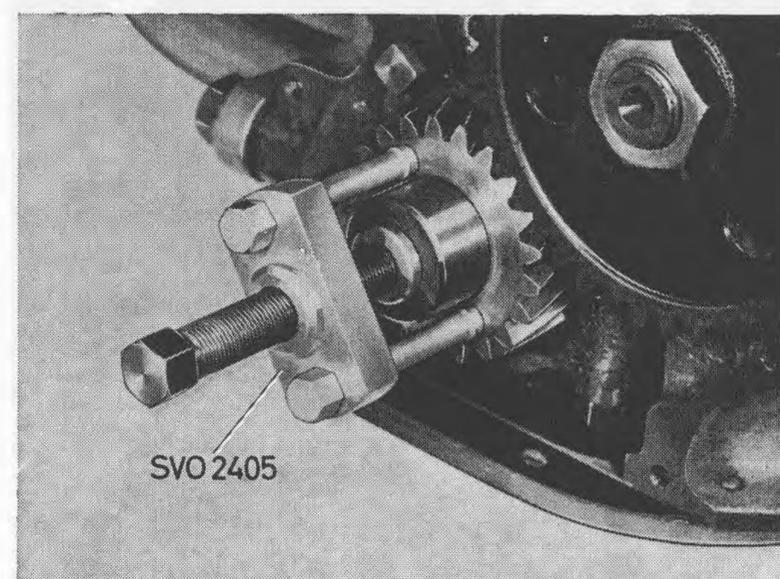

Bild 55. Demontering av vevaxelhjul, B 20
7. Dra av vevaxelhjulet med avdragare 2405, bild 55. Skruva ur oljemunstycket, blås rent och montera det åter enligt bild 58. Hjulen erhåller smörjning av oljan från munstycket.